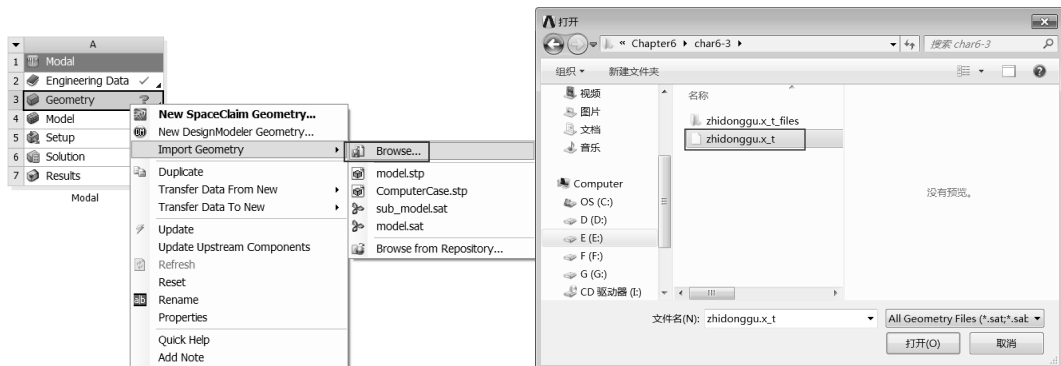

图 6-70 导入模型
Step7 : 在 A3 栏的 Geometry 上右击, 在弹出的快捷菜单中选择 Import Geometry Browse 命令, 在弹出的对话框中选择需要导入的模型 zhidonggu.x_t, 如图 6-70 所示。